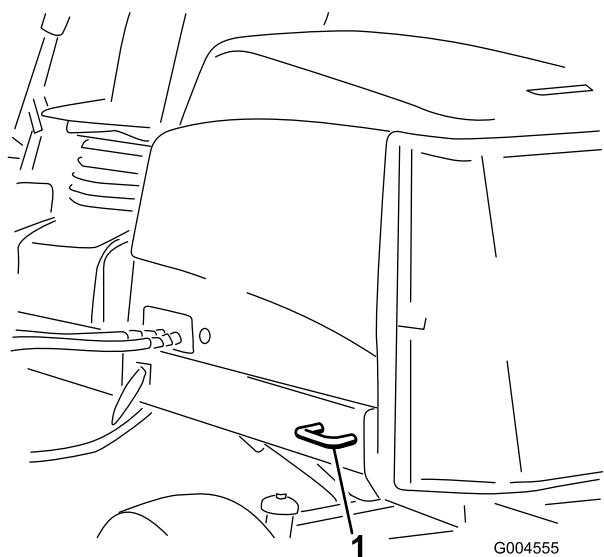

Figura 45
- Posteriori – Ogni lato della macchina sul telaio posteriore (Figura 45).